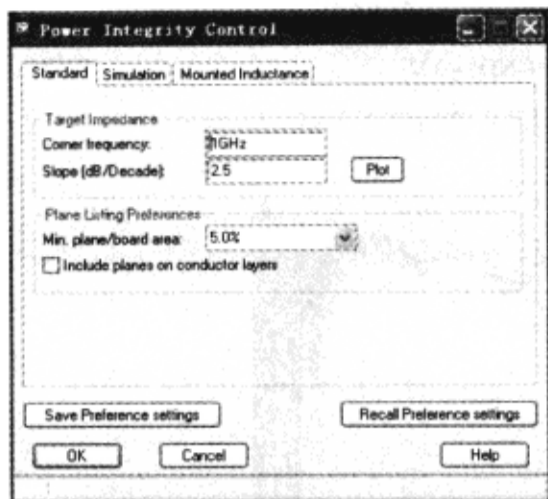

图 9-7-56 “Power Integrity control” 对话框
(1) 在“Power Integrity Design & Analysis”对话框中单击“Control”按钮, 弹出“Power Integrity Control”对话框, 如图 9-7-56 所示。